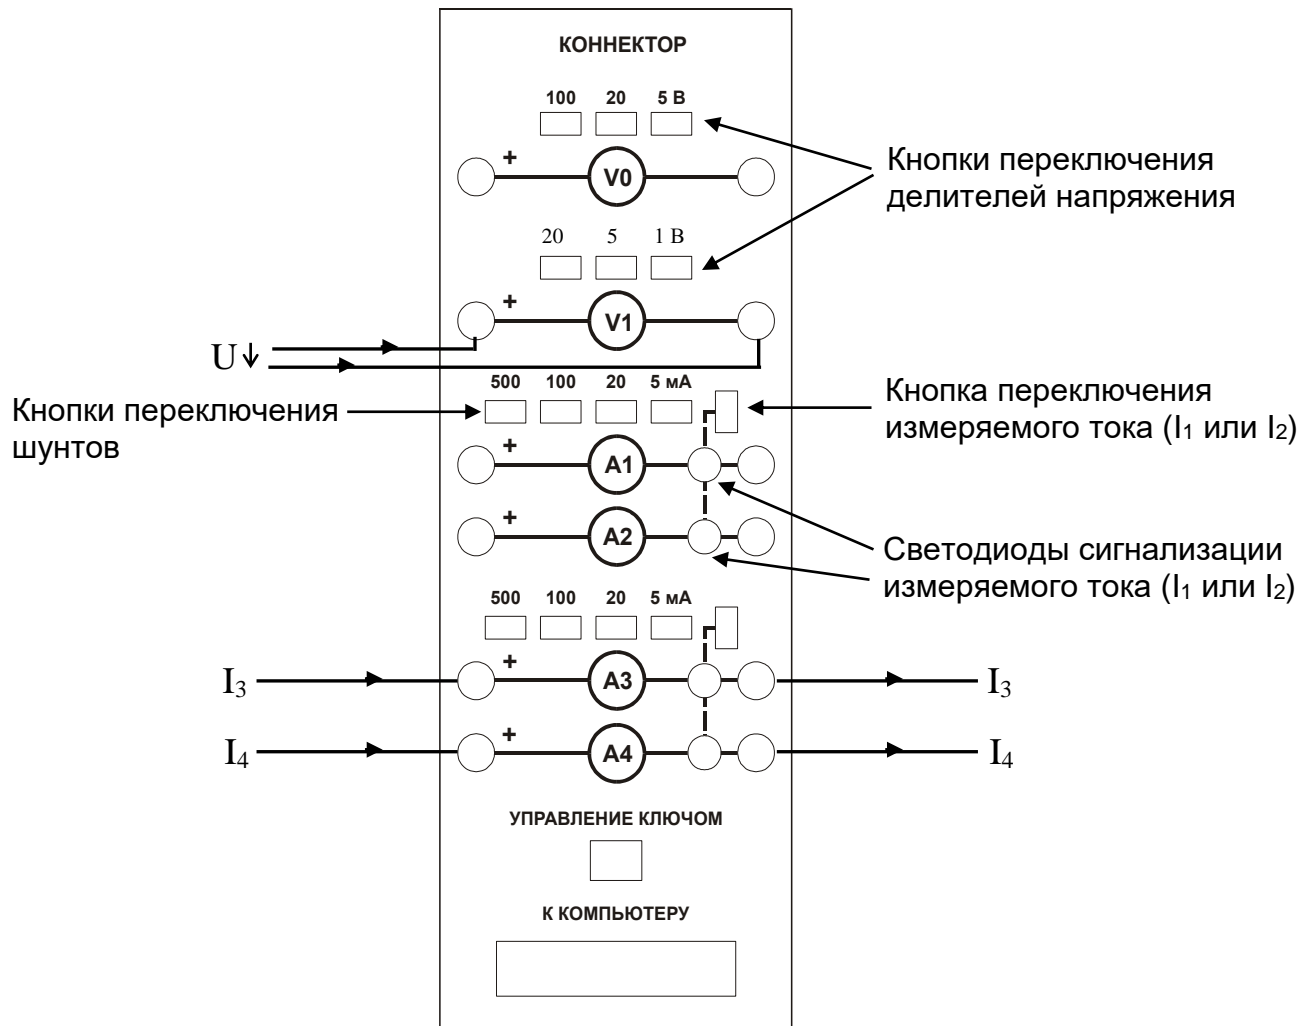

Рис.1.12
- Выберите пределы измерения амперметров и вольтметров, нажав соответствующие кнопки на коннекторе (рис. 1.12). Выбранные пределы отображаются автоматически в соответствующих окнах виртуальных приборов. Когда измеряемый сигнал превышает допустимый для данного канала уровень, окно с показанием виртуального прибора начинает мигать красным цветом, а в верхней части панели включается надпись «Перегрузка! Перейдите на больший предел». Она гаснет, как только предел измерения становится больше измеряемой величины.